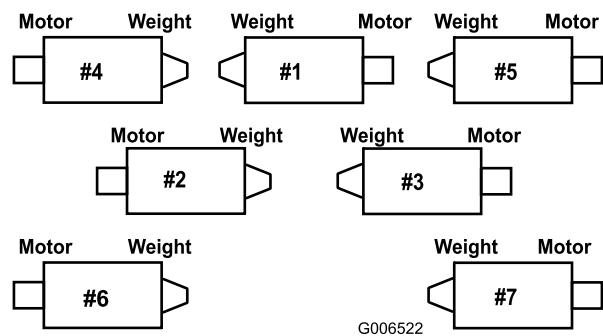

Figura 10
**Nota:** Consulte Figura 10 para determinar el número de cada brazo de elevación.